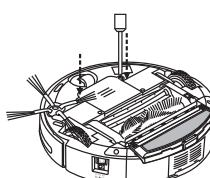

Рис. 1
- С помощью отвертки отвинтите винт, откройте корпус пылесоса и извлеките из него аккумуляторы. (см.рис. 1 и рис. 2)